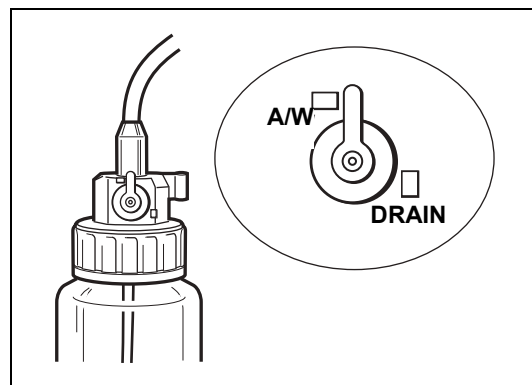

Figura 3.2
- 4 Puneți maneta A/W-DRAIN pe poziția A/W (alimentare cu aer/apă). (Consultați Figura 3.2.)**